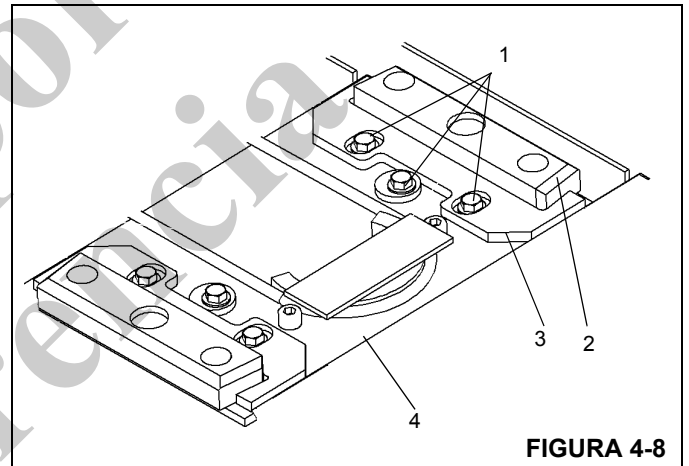

FIGURA 4-8
- Retire los pernos, las arandelas y las arandelas descentradas (1) que fijan cada almohadilla de desgaste superior trasera ajustable (2). Retire las almohadillas de desgaste, las placas retenedoras (3) y los pernos de la parte superior de la sección central exterior (4) (Figura 4-8).